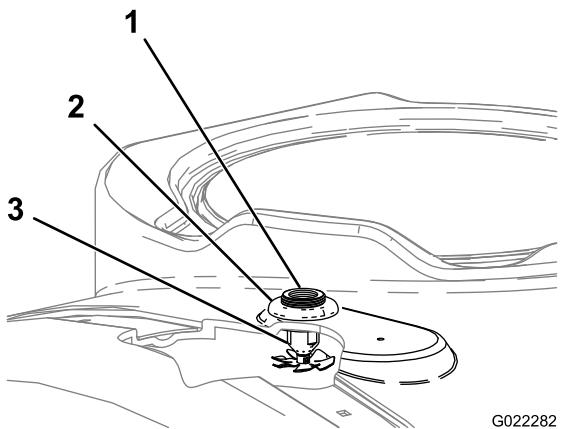

图 5
2. 将喷嘴组件向上穿过刚才钻的孔图 5。
3. 将塑料凸缘螺母拧在药缸顶部隔板外露的螺纹上图 5。确保密封件正确位于隔板接头和药缸底部之间。